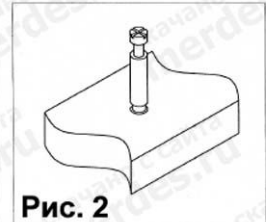

Рис. 2
2. Положить столешницу 5 нижней стороной вверх (на нижней стороне этой детали имеются пластиковые муфты), и закрутить в муфты дюбеля стяжек-растекс (4) (см. рис.2). Далее зафиксировать опоры (15) к столешнице 5 при помощи саморезов (17). Опоры 15 следует расположить так, как показано на сх. 2.